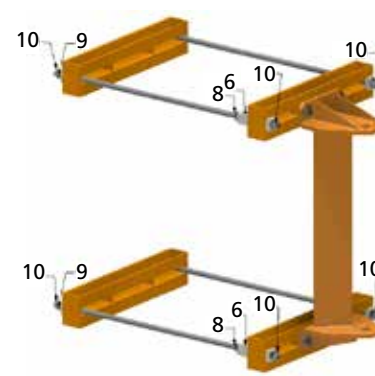

fig.42
8. Avvitare i dadi di bloccaggio posteriori 9 dei tiranti e bloccarli per mezzo di chiave dinamometrica, applicando le coppie di serraggio (vedi tabella a pag. 17) previste in relazione al diametro dei tiranti, assicurare successivamente i dadi contro lo svitamento con i relativi dadi di sicurezza 10 (fig. 42).